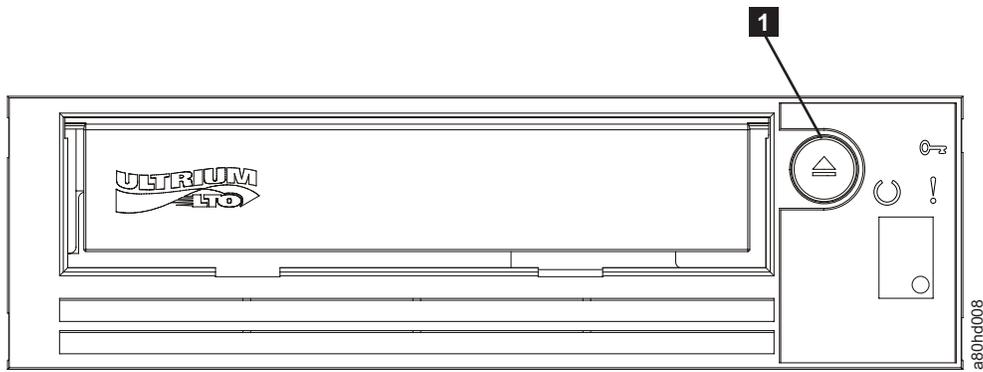

Abbildung 3-3. Laufwerk in Grundstellung setzen
Sie können das Laufwerk in Grundstellung setzen, ohne dass das Laufwerk und das System ausgeschaltet werden müssen. Dies kann erforderlich sein, wenn das Laufwerk nicht mehr reagiert. Wollen Sie das Laufwerk in Grundstellung setzen, drücken Sie die Entnahmetaste an der Frontkonsole des Bandlaufwerks und halten Sie sie ca. zehn Sekunden lang gedrückt (Abb. 3-3 auf Seite 3-2). Das Laufwerk erzwingt einen Speicherauszug wichtiger technischer Daten, der in den Laufwerksspeicher gestellt wird. Der vorhandene Speicherauszug wird überschrieben. Das Laufwerk führt dann einen Neustart aus, um die Datenübertragung zu ermöglichen.
2. Drücken Sie die Entnahmetaste (siehe **1** in Abb. 3-3 auf Seite 3-2). Das Laufwerk spult das Band zurück und gibt die Kassette aus. Die Bereitschaftsanzeige blinkt grün, während das Band zurückgespult wird. Sie erlischt, bevor die Kassette ausgegeben wird.